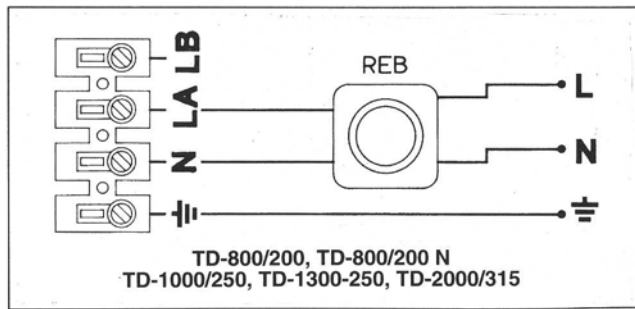

Fig.3
- Per il collegamento elettrico alla rete di alimentazione seguire lo schema indicato nella fig.2 utilizzando un commutatore tipo REGUL2 o COM2. Risulta inoltre possibile un collegamento con un regolatore di tensione tipo REB, in questo caso assicurarsi che l'apparecchio sia collegato in posizione, velocità rapida, come indicato nella fig.3.